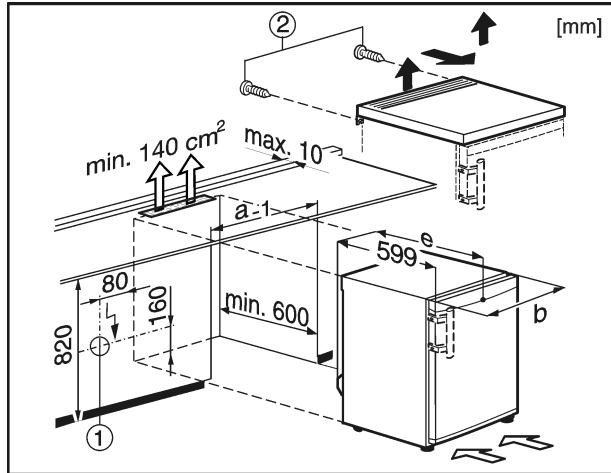

Fig. 9
A csatlakozó aljzat Fig. 9 (1) a készülék hátoldalán kívül, könnyen hozzáférhető helyen legyen.
- Vegye le a hátoldaltól a csavarokat Fig. 9 (2).